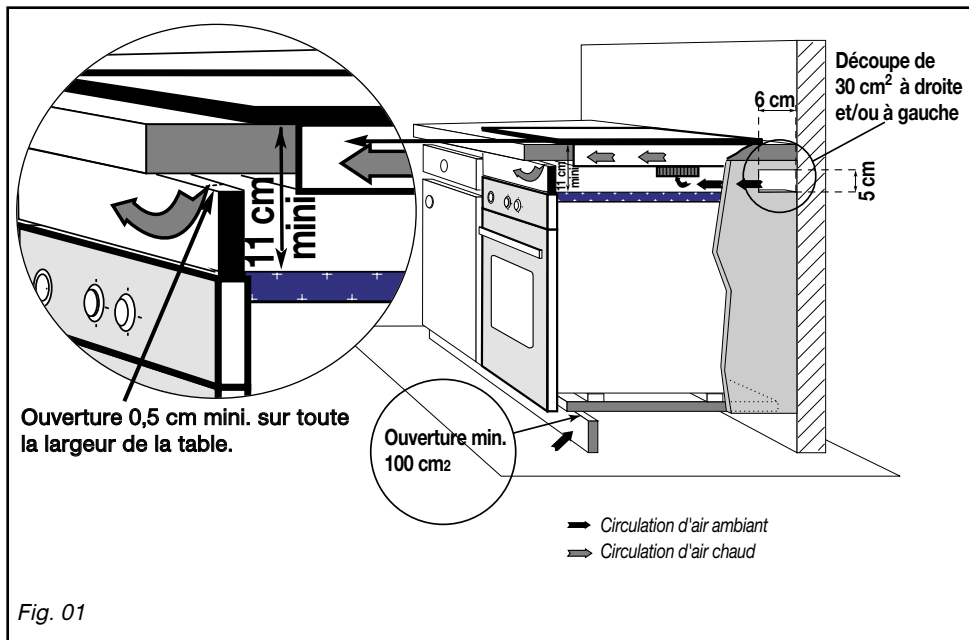

Fig. 01
– Vous pouvez immobiliser, si vous le désirez, la table au moyen de pattes de fixation livrées avec leur vis (Fig. 02) se fixant aux coins du carter. **Utilisez impérativement les trous prévus à cet effet suivant le dessin ci-dessus (Fig. 01).**
### – Au-dessus d'un four (Fig. 01)
Nous suggérons à cet effet une découpe de 30 cm2 à l'arrière d'un des côtés de la niche d'encastrement (*Fig. 01*)
– Branchez les fils sur l'installation en respectant les couleurs des fils (Fig. 01).